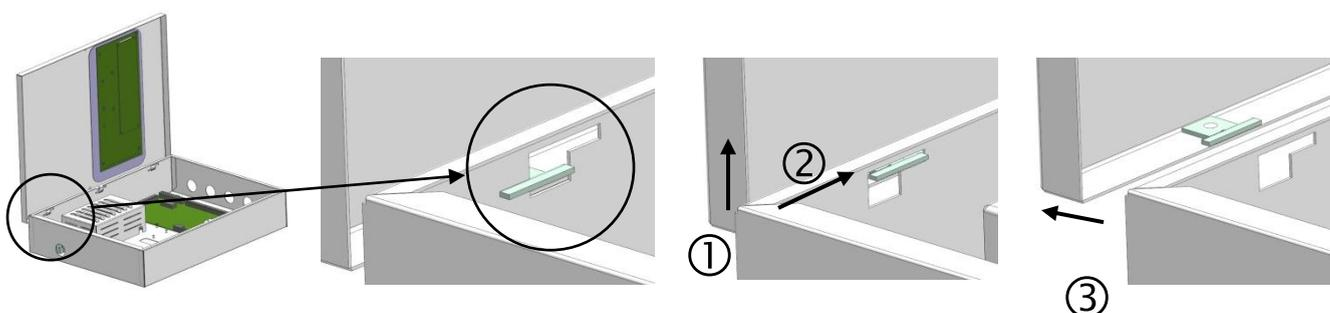

Figura 3
- Retire la tapa anterior, desmontando las bisagras hacia el fondo (Figura 3).
- Vuelva a montar la tapa anterior, colgando las bisagras hacia el fondo, en el orden inverso al que se describe en la Figura 3.